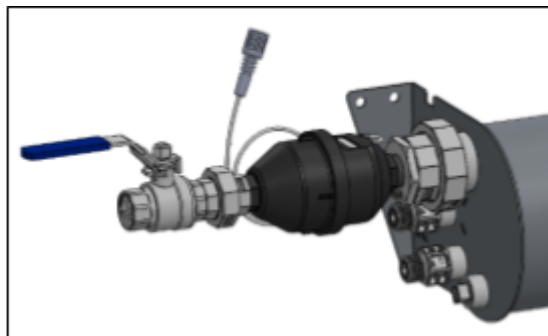

Abbildung 9.
- o **⚠Achtung:** Montieren Sie den Wasserzähler mit den Zählern nach oben und dem Pfeil in Richtung Mischbehälter. Siehe Abbildung 9.